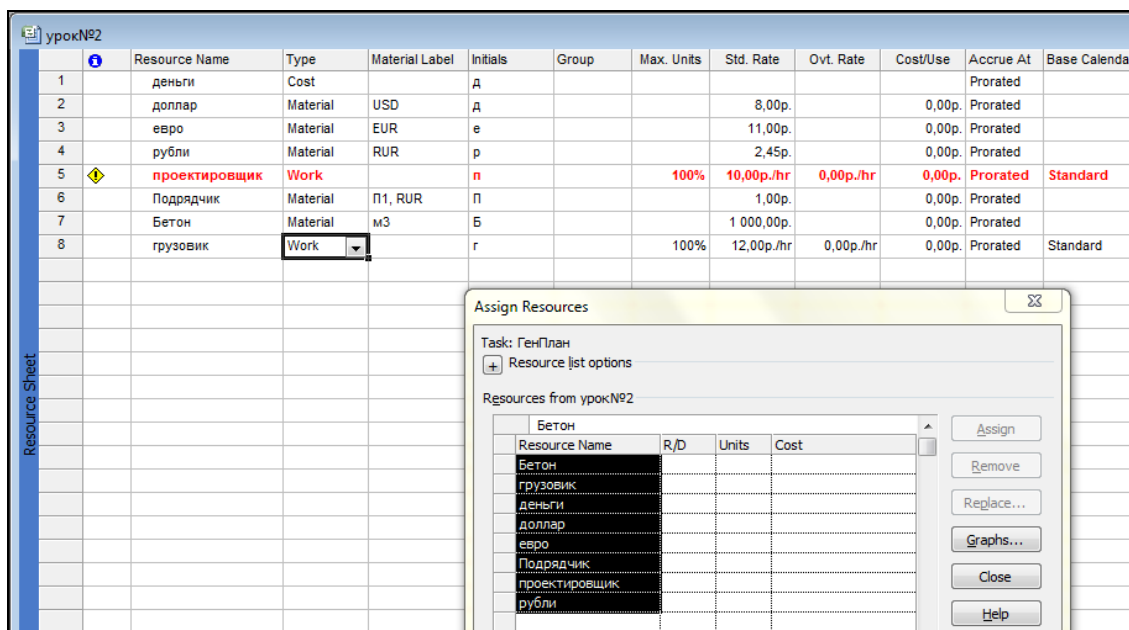

Рисунок 15 – Установка новых ресурсов и единиц измерений
6. Для этого введем новые ресурсы в окно «Лист ресурсов» и добавим в ресурсах, еще колонку «Единицы измерения». Так, например, для «**Подрядчик**», и материала «**Бетон**» заполняем **единицы измерения**. Тип затрат – материальный. Всем остальным ресурсам также вводим единицы измерения. Так же укажем, что рассчитываемся с подрядчиками в рублях, а бетон в м3 и его стоимость пусть будет 1000 руб (рис. 15).
10. Для задачи «Опытного производства» давайте зададим, что будем еще арендовать грузовик для выполнения каких-то работ (рис. 15). Введём ресурс «Грузовик» указываем тип ресурса – **трудовой**. Это значит, что работа выполняется в часах.